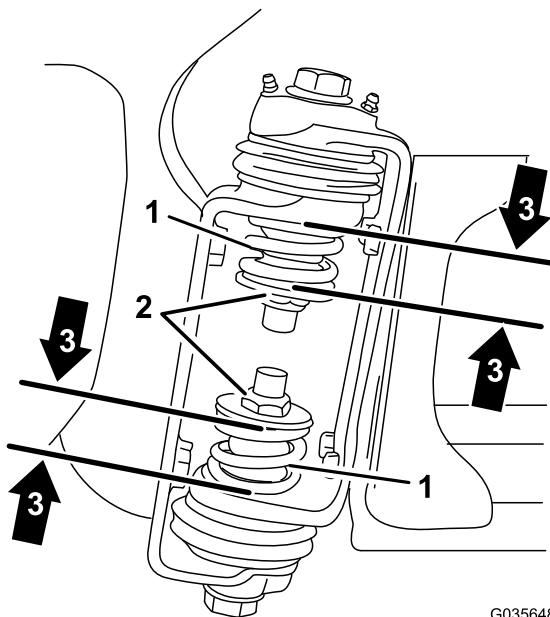

图 5
3. 当喷洒臂段位于伸展位置图 5 时在喷洒臂段的铰链处测量上下弹簧的压缩度。